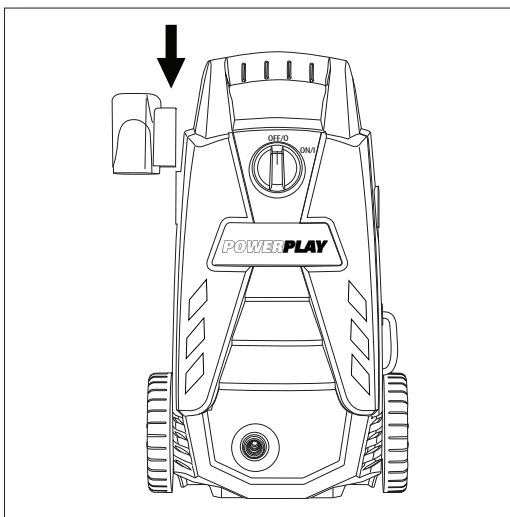

Fig. 2
- Deslice la pistola de soporte en el lado izquierdo de la arandela cuando se enfrenta a ella. Esto no requiere ningún tornillo. (**Fig. 2**)